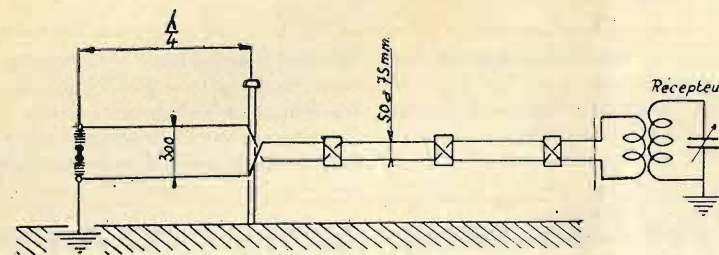

Fig. 1.
**Antenna verticale speciale.** — Questa antenna è rappresentata dalla fig. 1. La lunghezza della campata verticale dovrà essere approssimativamente uguale alla
metà della lunghezza d'onda, per la quale si desidera ottenere un massimo di rendimento: 25 metri per esempio per un'onda di 50 metri. Verso la base dell'antenna dovranno essere installati due fili isolati tra loro, disposti orizzontalmente parallelamente, con uno scarto di 200 mm. circa. Questi due fili costituiranno la prima parte di una linea di trasmissione, che avrà una lunghezza uguale ad un quarto dell'onda su cui si desidera ottenere il massimo rendimento (m. 12,50 per l'esempio citato). La seconda parte della linea di trasmissione sarà costituita dal medesimo filo, ma disposta parallelamente alla distanza da 50 a 75 mm., e incrociata nel punto di collegamento al ricevitore. Per ottenere questo incrociamiento si debbono usare degli speciali isolatori forati, nei quali i fili passando formano una « X ». È inutile dire che quest'antenna deve essere installata più lontano possibile dalla casa dove funziona il ricevitore, dalle linee disturbatrici, dato che l'incrociamiento dei fili di discesa rende insensibile l'antenna ai parassiti prodotti nella casa o dalle linee suddette. Questo tipo di antenna, possiede, con la linea di discesa, una impedenza relativamente elevata e per questo quindi, non è possibile collegare direttamente la linea di trasmissione ai morsetti del circuito griglia del ricevitore, ma bisogna utilizzare un trasformatore di accoppiamento (vedi fig. 1) dove il numero delle spire del primario, dell'accoppiamento saranno determinati per esperimenti.
Fig. 1 a
Fig. 1 b